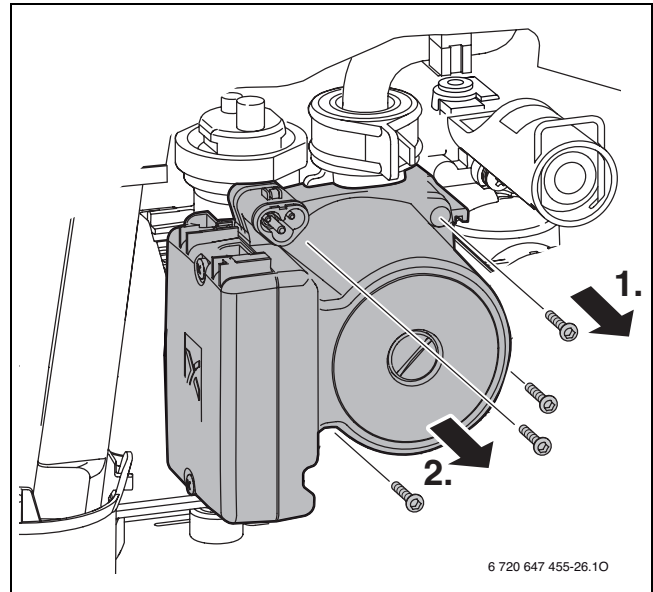

Fig. 90
- ▶ Rimuovere le quattro viti (→ fig. 90).